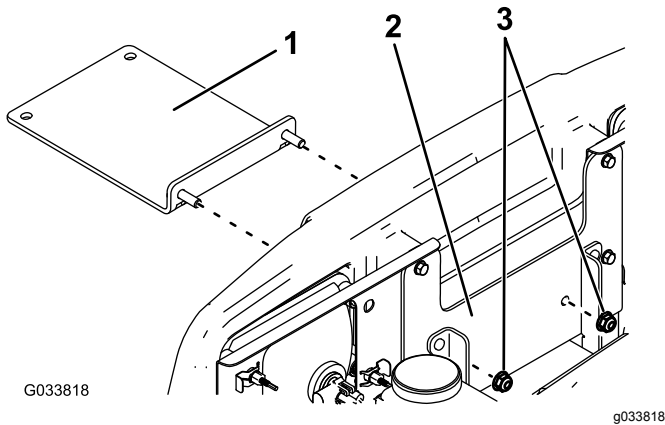

Figura 2
1. Instale el soporte de montaje largo a través del parachoques (Figura 2).
3. Sujete el soporte de montaje del parachoques con 2 tuercas (5/16"), como se muestra en la Figura 2.